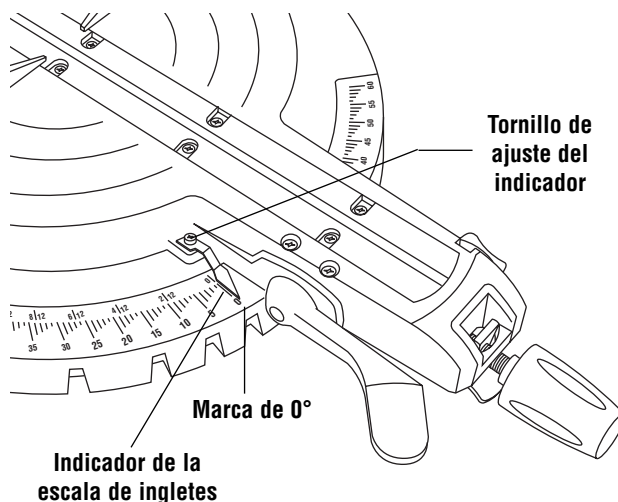

Figura 11. Ajuste de la escala de ingletes
3. Afloje el tornillo Phillips que sujeta el indicador en su sitio (Figura 11).